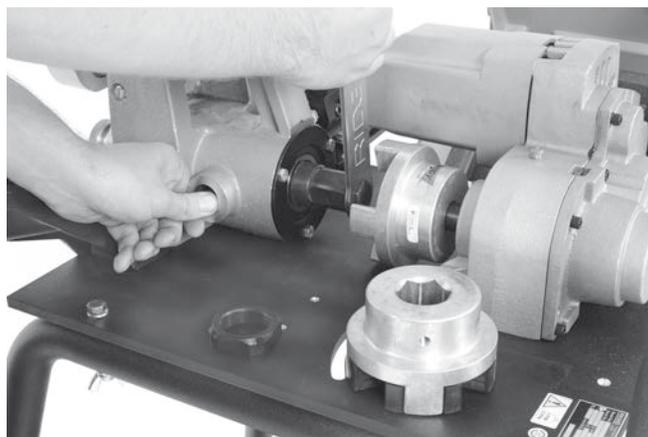

Рис. 27 - Снятие затяжного болта
6. С помощью $\frac{15}{16}$ -дюймового шестигранника в накидном гаечном ключе открутите затяжной болт (рис. 27).